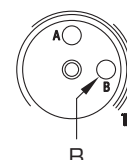

Figure 5
- 1) Tourner dans le sens contraire aux aiguilles d'une montre, à fond d'échelle, le trimmer de réglage de puissance de chauffage (B - Figure 5), ventilateur au minimum des tours.
- **Intervention thermostat de sécurité/fumées** (fig. 5)